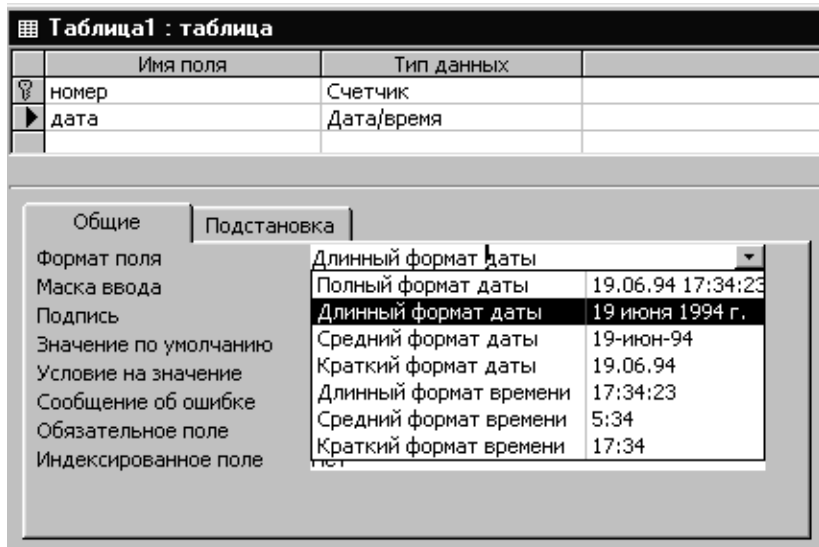

Рис. 46. Выбор формата даты
5.1. Создание таблицы «приход». На этом шаге мы создадим таблицу «приход» для хранения данных о поставках продукции. Таблица будет содержать поля: «номер», «дата поставки» (которое коротко назовем «дата»), «товар», «цена», «количество» и «поставщик». Полю «номер» присвоим тип «счетчик» и сделаем его ключевым. Полю «дата» присвоим тип «дата/время», но здесь тип нуждается в конкретизации. В нижней части окна конструктора в строке «Тип поля» развернем меню и выберем «Длинный формат даты». Поскольку без указания даты поставки большая часть отчетности теряет смысл, сделаем это поле обязательным, установив в строке «Обязательное поле» значение «Да» (рис. 46). После того, как мы внесли в таблицу поля «номер» и «дата», выйдем из конструктора, сохраним таблицу под именем «приход» и снова откроем ее в режиме конструктора. По ряду причин желательно, чтобы перед использованием мастера подстановок таблица уже имела имя. Поле «товар» сделаем обязательным. Но здесь мы впервые сталкиваемся с проблемами рационального использования памяти и целостности данных. Допустим, мы решили вводить в это поле информацию о товаре в виде текста. Подробное описание товара занимает много места. Значит, если в течение месяца этот товар поступал многократно, мы должны были многократно заполнять поле большого размера. Здесь налицо и неэффективное расходование памяти, и перерасход времени кладов-